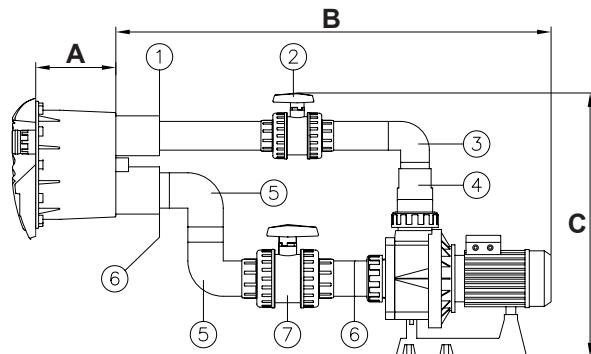

Fig. 6
- Verbinden Sie die Reduzierhülse von 75x63 mm (Nr.1, Fig.6) im Anschluß für den Antrieb des Gehäuses (siehe Fig. 6).
- Verbinden Sie ein Rohr Ø 63mm (*) mit der Reduzierhülse (Nr.1, Fig. 6).
- Verbinden Sie das Ventil Ø 63mm (Nr.2, Fig. 6) mit dem Rohr Ø 63mm (*).
- Verbinden Sie das Rohn Ø 63mm (*) mit dem Ventil Ø 63mm (Nr.2, Fig. 6).
- Verbinden Sie den Rohrkümmmer Ø63mm (Nr.3, Fig. 6) mit dem Rohr Ø63 mm (*).
- Verbinden Sie das Rohr Ø 63mm (*) mit dem Rohrkümmmer (Nr.3, Fig.6).
- Verbinden Sie die konische Reduzierung von 90/75/63 mm (Nr.4, Fig. 6) mit dem Rohr Ø 63mm (*) und mit der Rohrverschraubung der Pumpe Ø 90mm.
- Verbinden Sie die Reduzierhülse von 75x63 mm (Nr.6, Fig.6) im Anschluß für die Ansaugung des Gehäuses (siehe Fig. 6).
- Benutzen Sie ein Rohr von Ø 75mm (*) und schließen Sie damit einen Rohrkümmmer Ø 75mm (Nr.5, Fig.6) an die Reduzierhülse (Nr.6, Fig.6) an.
- Mit einem Rohr von Ø 75mm (*) vereinen wir nun den anderen Rohrkümmmer von Ø75mm (Nr.5, Fig.6) mit dem schon verleimten Rohrkümmmer (siehe Fig. 6).
- Verbinden Sie das Ventil Ø75mm (Nr.7, Fig.6) mit dem Rohrkümmmer (Nr.5, Fig.6), indem Sie für den Anschluß ein Rohr von Ø 75mm (*) benutzen.
- Verbinden Sie ein Rohr Ø 75mm (*) mit dem Ventil (Nr.7, Fig. 6).
- Verbinden Sie eine Reduzierhülse von 90x75 mm (Nr.6, Fig.6) mit dem Rohr Ø 75mm (*) und mit der Rohrverschraubung der Pumpe Ø 90mm.